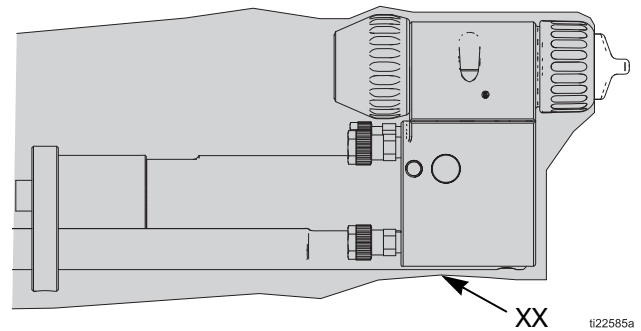

FIG. 18 Couvercle de pistolet
Installer un couvercle de pistolet (XX) à l'avant du pistolet et le faire glisser pour qu'il recouvre la tuyauterie et les flexibles apparents à l'arrière du collecteur. Voir FIG. 18.